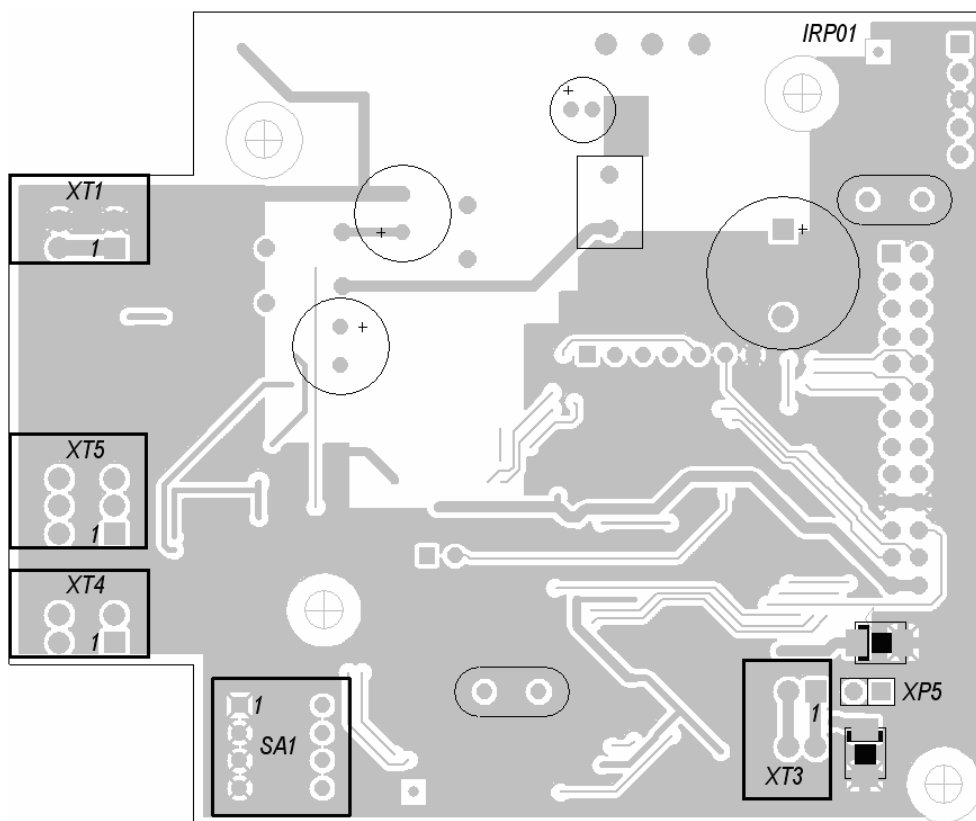
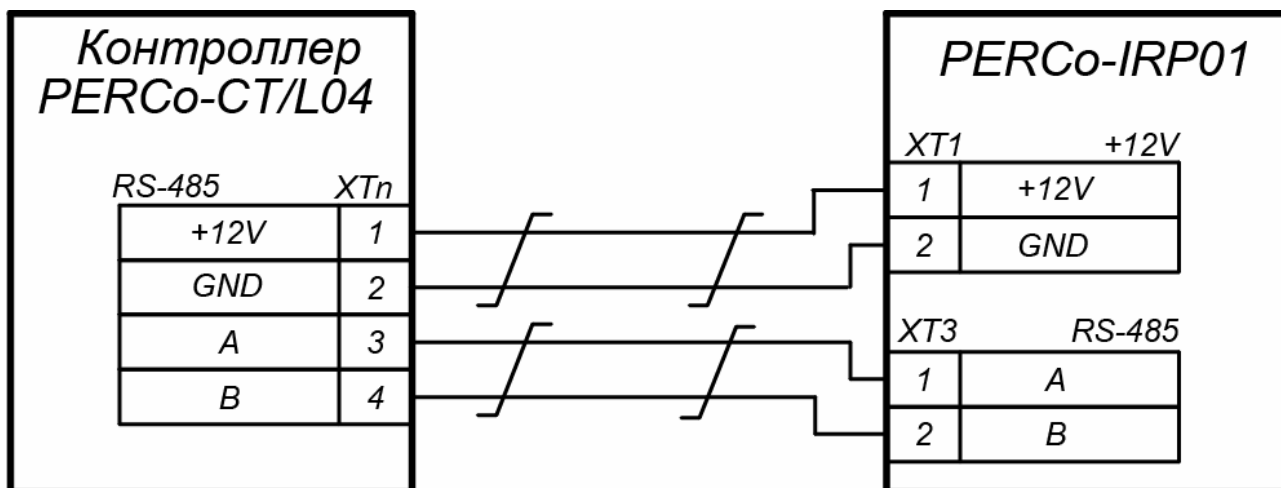
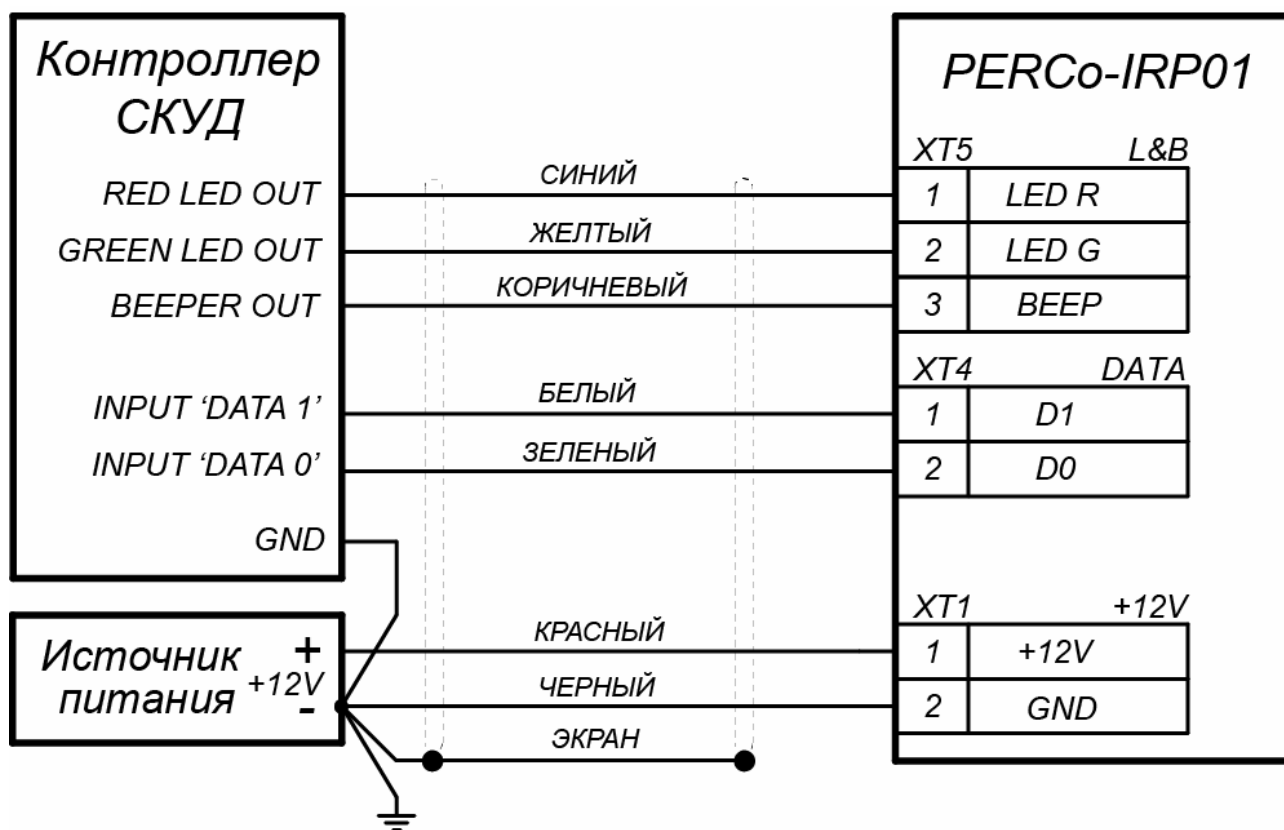

Рисунок 2. Внешний вид платы считывателя
Рисунок 6. Схема подключения считывателя к интерфейсу RS-485
Рисунок 7. Схема подключения считывателя к интерфейсу Wiegand
Выбор интерфейса считывателя осуществляется с помощью переключателя №1 DIP-переключателя SA1, расположенного на плате считывателя (см. рис. 2):
Подключение считывателя к контроллеру СКУД по интерфейсу *RS-485* используется в системах **PERCo-Web**, **PERCo-S-20 (PERCo-S-20 «Школа»)**. Для работы считывателя в режиме *RS-485* переключатель №1 DIP-переключателя SA1, расположенного на плате считывателя (см. рис. 2), должен быть установлен в положение *ON*.
Выбор номера считывателя осуществляется с помощью переключателя №2 DIP-переключателя SA1, расположенного на плате считывателя (см. рис. 2), при этом переключатель №1 должен быть установлен в положение *ON*. Номер считывателя определяется согласно таблице 1.
Для работы считывателя в режиме *Wiegand* переключатель №1 DIP-переключателя SA1, расположенного на плате считывателя (см. рис. 2), должен быть установлен в положение *OFF*.
При работе с контроллерами СКУД на экране ЖКИ считывателя отображается индикация, аналогичная указанной в разделе 5.1.2. Возможны два варианта управления индикацией: «*single line*» и «*double line*». Выбор варианта индикации осуществляется с помощью переключателя №2 DIP-переключателя SA1, расположенного на плате считывателя (см. рис. 2), при этом переключатель №1 должен быть установлен в положение *OFF*. Вариант управления индикацией определяется согласно таблице 2.
Управляющие сигналы в случае работы в режиме «*single line*» передаются по линии, подключенной к контакту *Led R* (см. рис. 7) разъема *XT5* на плате считывателя (см. рис. 2). В случае работы в режиме «*double line*» управляющие сигналы передаются по двум линиям, подключенным к контактам *Led R*, *Led G* разъема *XT5* на плате считывателя. Для управления звуковой индикацией считывателя от контроллера СКУД необходимо соединить с минусом источника питания провод, подключенный к контакту *Beep* разъема *XT5*. Индикация считывателя в зависимости от подаваемых на него управляющих сигналов указана в таблице 3.
Выбор формата выходных данных *Wiegand* считывателя осуществляется с помощью переключателей №3 и №4 DIP-переключателя SA1, расположенного на плате считывателя (см. рис. 2), при этом переключатель №1 должен быть установлен в положение *OFF*. Формата выходных данных *Wiegand* считывателя определяется согласно таблице 4.
12. Проложите кабель внутри стойки-считывателя, закрепите его и подключите к плате считывателя согласно схемам подключения, изображенным на рис. 6 или рис. 7.
14. Подключите кабель к контроллеру СКУД согласно схемам подключения, изображенным на рис. 6 или рис. 7.